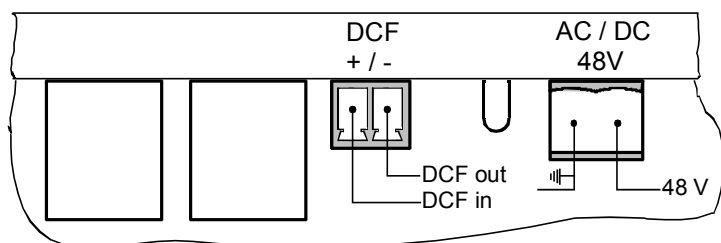

Fig. 6
- 48V Speisung am Stecker "AC/DC 48V" des Uhrwerks anschliessen (Fig. 6).
- Der Funkempfänger (DCF / HBG / MSF 450 (4500)) muss an den Klemmen "DCF in" und "48V GND" angeschlossen werden (siehe Fig. 6, 8, 9).